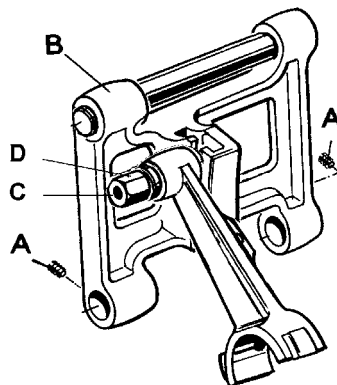

Fig. 15
After loosening screws (A, Fig. 15) rear in the feed rocker (B) the feed bar with feed dog can be moved laterally to center the feed dog in the throat plate slots, if required. Retighten screws (A).
Nach dem Lösen der Schrauben (A, Fig. 15) hinten im Transportrahmen (B) kann der Transporteurträger bei Bedarf mit dem Transporteur seitlich verschoben und in den Stichplattenschlitzen vermittelt werden. Ziehen Sie die Schrauben (A) wieder an.
Stud (C, Fig. 15) for setting the stitch length is accessible from the outside. The length of the stitch can be adjusted by raising or lowering the stud (C, Fig. 15) in the segment slot of the feed rocker (B). Lowering stud (C) will lengthen the stitch, raising the stud will shorten the stitch. After loosening nut (D), stud (C) can be moved accordingly. When the desired stitch length is obtained, retighten nut (D).
Der Bolzen (C, Fig. 15) zur Einstellung der Stichtlänge ist von außen zugänglich. Die Stichtlänge kann durch Höher- oder Tieferstellen des Bolzens (C, Fig. 15) in der Nut des Transportrahmens (B) verändert werden. Tieferstellen des Bolzens (C) verlängert den Stich, Höherstellen verkürzt ihn. Nach Lösen der Mutter (D) läßt sich der Bolzen (C) entsprechend verschieben. Wenn die gewünschte Stichtlänge eingestellt ist, ziehen Sie die Mutter (D) wieder an.